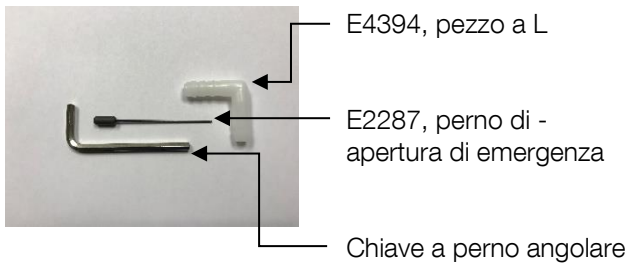

Fig. 7.2.1
- 1 Gomito (plastica), per il tubo di scarico (per scarico libero), E4394, fig. 7.2.1
- 1 perno di sblocco, E2287, fig. 7.2.1
- 1 chiave per perno di sblocco, esagonale, fig. 7.2.1